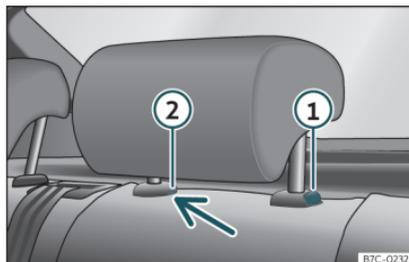

Fig. 105 Poggiatesta posteriore: smontaggio.
- Premere il tasto»» **fig. 105** ①, premendo al tempo stesso attraverso il foro della sicura ② con un cacciavite piatto di massimo 5 mm di larghezza e rimuovere il poggiatesta.